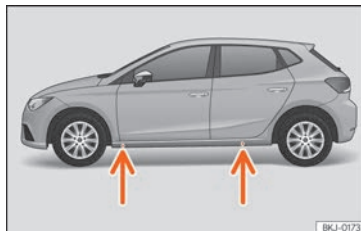

Fig. 40 Pontos de apoio do macaco.
- Procure na longarina a marca do ponto de apoio do macaco (zona afundada) mais próximo da roda a substituir » » **Fig. 40**.